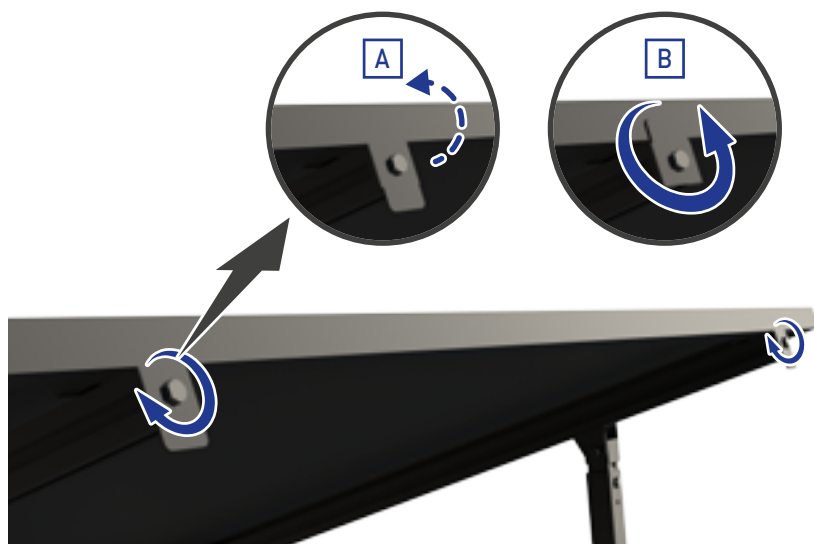

Fig. 13
9. Allentare il bullone della piastra protettiva presente sul terminale del profilato del treppiede (↗Fig. 13).